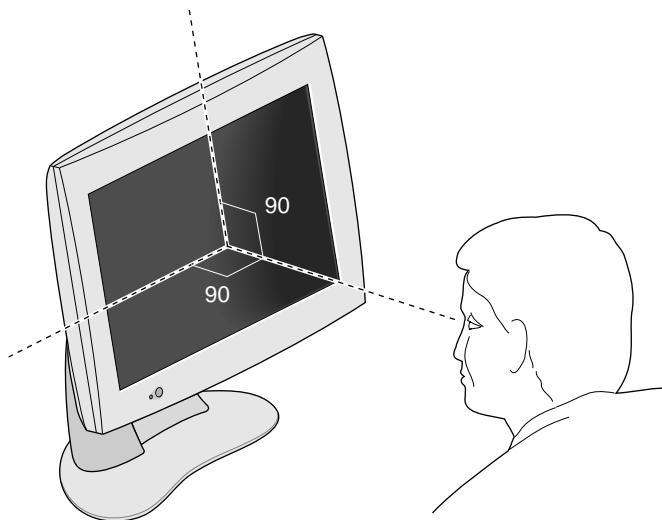

Figura 1-5 Angolazione ottimale per il monitor piatto.
- Regolare l'altezza del monitor in modo tale che il punto centrale dello schermo sia allo stesso livello o leggermente al di sotto degli occhi. Per ottenere immagini luminose e precise, sistemare lo schermo il più possibile perpendicolarmente (con un'angolazione di 90°), come illustrato nella Figura 1-5. Per un elenco dei limiti di angolazione, vedere la Tabella 3-1.